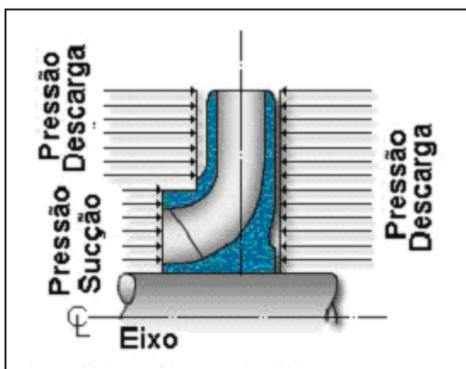

Fig. 38 - Sucção Simples Esforços Axiais
a) As pressões geradas pelas bombas centrífugas exercem forças, tanto nas partes móveis quanto nas partes estacionárias. O projeto destas partes balanceia algumas destas forças, mas meios separados podem ser requeridos para contrabalançar outras. O esforço axial hidráulico é o somatório das forças não balanceadas agindo na direção axial do impelidor. Para bombas de sucção simples (Fig. 38) a esforço axial constitui problema principalmente para grandes unidades.